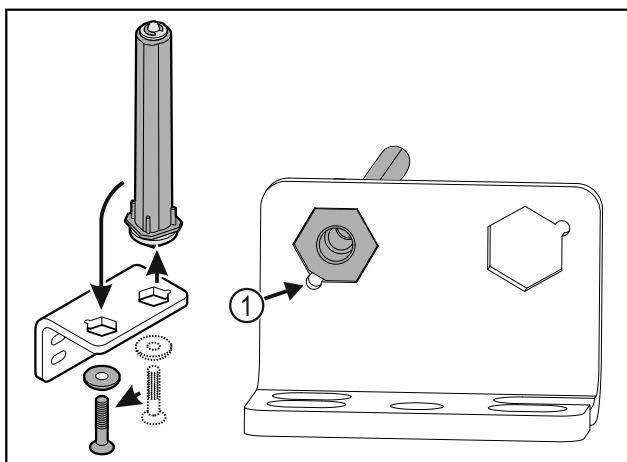

Fig. 27
- Lors de l'insertion de l'axe, veiller à ce que son chanfrein Fig. 27 (1) soit du côté du trou rond.